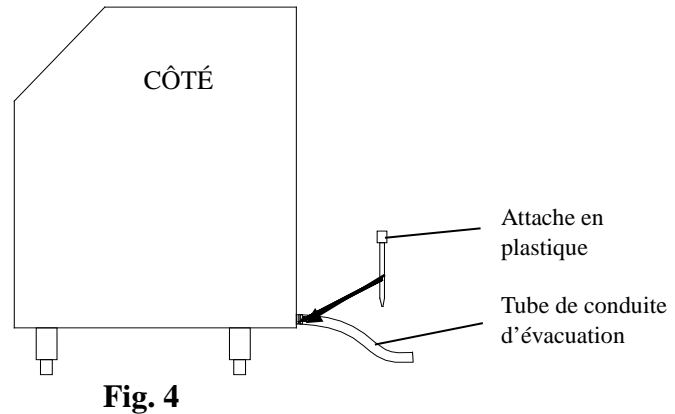

Fig. 4
2. Utilisez un collier de serrage ou les attaches en plastique fournies pour fixer solidement le tube de conduite d'évacuation et procurer un joint bien étanche aux liquides (Fig. 4).